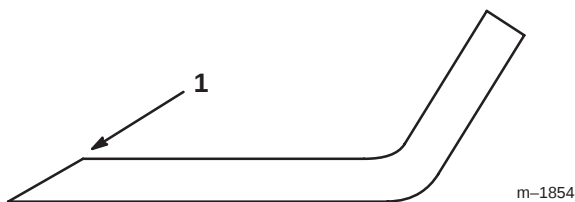

Figure 32
1. Au moyen d'une lime, aiguisiez les tranchants aux deux bouts de la lame (Fig. 32) en veillant à conserver l'angle de coupe d'origine.